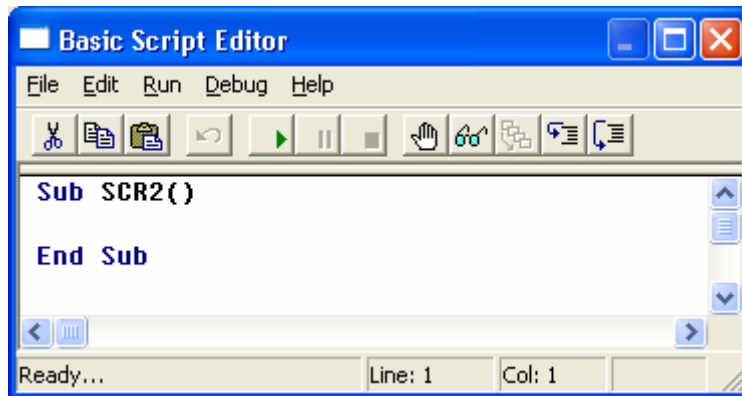

Рис. 4.73. Вид ИСР VBA-программ
Вид ИСП VBA-программы показан на рис. 4.73. *Интегрированная среда разработки VBA-программы* представляет собой текстовый редактор с рядом удобных возможностей для редактирования и отладки кода VBA-программы. Исходный текст
- *Бейсик-процедура* (Бейсик-процедура, Basic Script) автоматически включается в программный проект при включении в задачу приложения функционального блока **BASIC Script**. Таким образом, число Бейсик-процедур программного проекта совпадает с общим числом функциональных блоков **BASIC Script** в приложении. Использование Бейсик-процедур обеспечивает максимальную гибкость при программировании специализированных вычислительных процедур и процедур сбора данных и управления. Вид ИСП Бейсик-процедуры показан ранее на рис. 4.73.